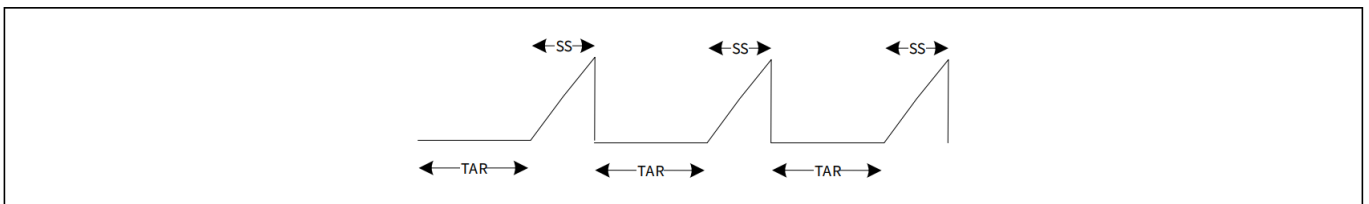

图 11 自动重启
- **自动重启：**在此模式下，EZ-PD™ PAG2P 将等待 TAR 秒后进行软启动。如果故障状况持续存在，该序列将不断重复（见 图 11）。